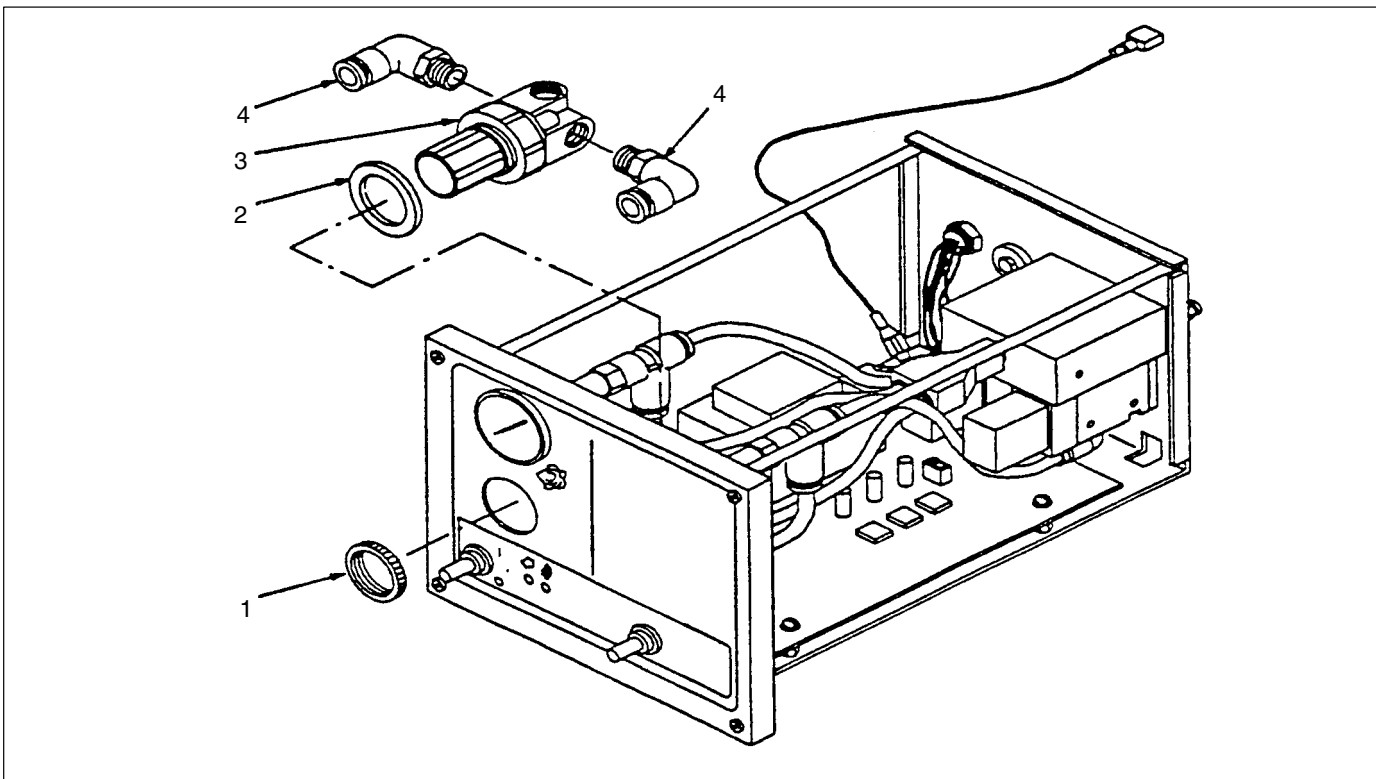

Abb. 6-4 *Ersetzen der Luftregler*
2. Siehe Abb. 6-4. Trennen Sie die Luftschläuche von den Winkelanschlüssen an den Reglern.
3. Schrauben Sie die Rändelmutter (1) von den Reglern ab.
4. Nehmen Sie die Regler (3) und Dichtungen (2) von der Frontplatte ab. Heben Sie die Dichtungen zur Wiederverwendung auf, wenn sie unbeschädigt sind.